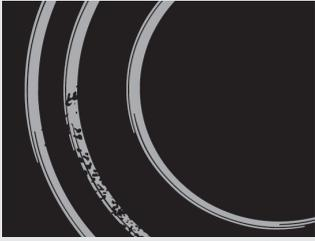

fig. 5
**O açúcar e os alimentos com açúcar** podem danificar irremediavelmente a superfície vitrocerâmica (fig.5). Por esta razão, remover imediatamente com uma espátula o açúcar e os preparos doces vertidos na placa de cozedura, mesmo se o elemento aquecedor ainda estiver quente (fig. 4). **A mudança de cor da superfície vitrocerâmica** não tem incidência no bom funcionamento da placa de cozedura, mas é muito difícil recuperar completamente a cor de origem. O normal, é serem nódoas carbonizadas ou é a consequência da fricção dos fundos dos recipientes não adaptados (como as painéis de alumínio ou de cobre).